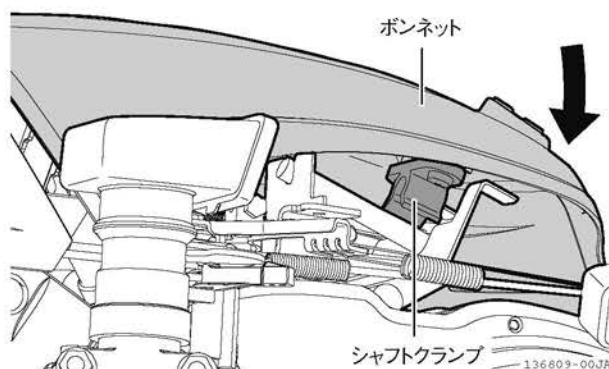

図 4-38 ボンネット
8. ボンネットを上から押して、シャフトクランプでロックします。(図 4-38)